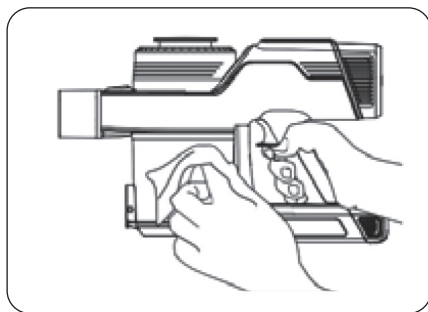

Figura 19
3. Scoateți peria cu role pentru a fixa placa de acoperire, ridicați un capăt al periei cu role și trageți peria cu role. (Figura 19)